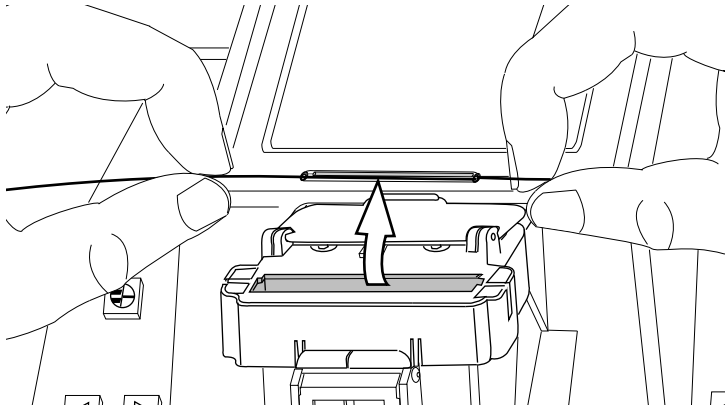

Abbildung 26
- e)** Sobald der Schrumpfzyklus abgeschlossen ist: Öffnen Sie die Schrumpfofenabdeckung und entnehmen Sie den fertigen Spleiß (siehe Abb. 26).